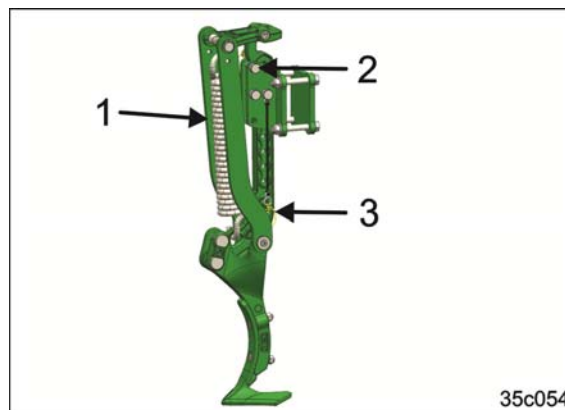

Fig. 128
8. Sett traktorsporfresen på grepet inn i mottaket til traktorsporfresen (Fig. 128/1).
9. Sett inn alle festeboltene (Fig. 128/2).
10. Sikre festeboltene med låsesplinter (Fig. 128/3).